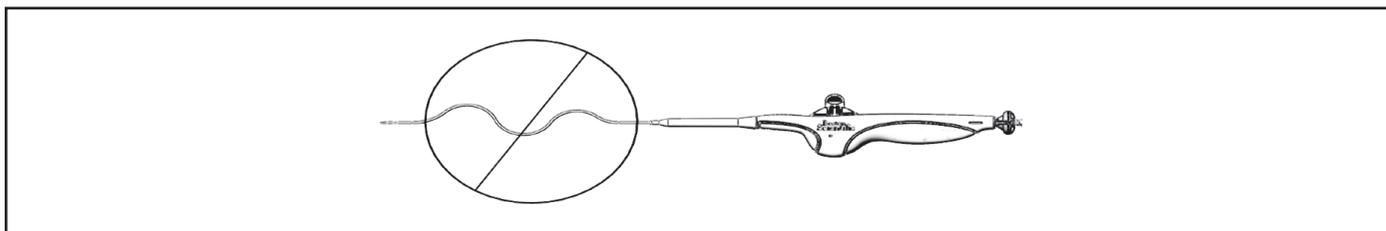

Figura 5. Eliminazione del lasco
10.9 Procedura di espansione dello stent (fare riferimento alla Figura 5)
Nota: se non è possibile eliminare il lasco (fare riferimento alla Figura 5) e/o la curvatura del catetere del sistema di rilascio tra l'introduttore/la guaina guida e l'impugnatura del sistema di rilascio durante la fase di espansione, la precisione dell'espansione dello stent potrebbe essere compromessa, specie nei casi ipsilaterali.